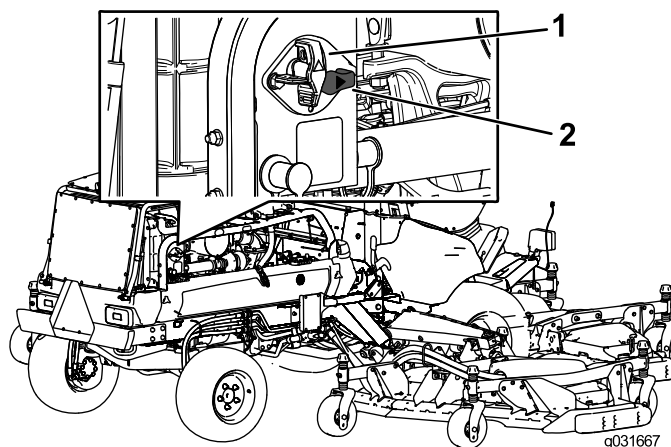

Figure 2
5. Tournez le coupe-batterie en position HORS TENSION (Figure 2).